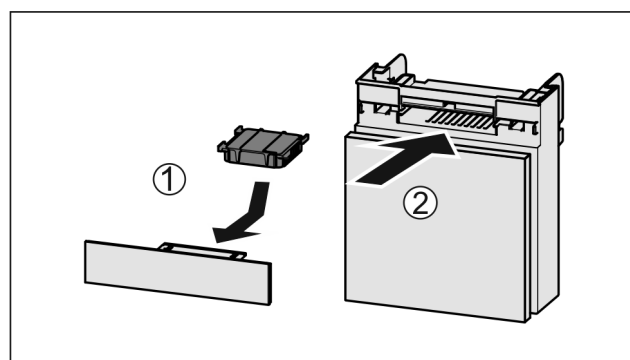

Fig. 143
- Filtr s aktivním uhlím vložte podle vyobrazení Fig. 143 (1).
- Zásuvku zasuňte Fig. 143 (2).